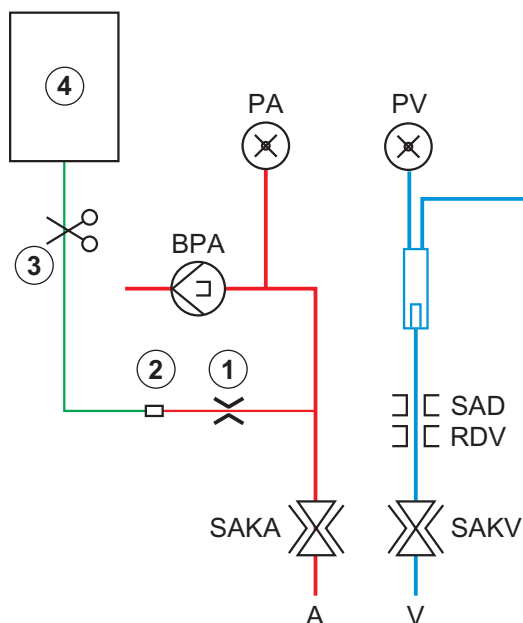

Abb. 6-10 Aufbau für den arteriellen Bolus
Bei Verwendung eines HD-Geräts muss die Infusionsleitung über den Y-Adapter des Blutschlauchsystems (siehe Abb. 6-10) mit einem NaCl-Beutel verbunden werden.
3. Infusionsbeutel mit der physiologischen Kochsalzlösung (Abb. 6-10, ④) an die Infusionsstange hängen.